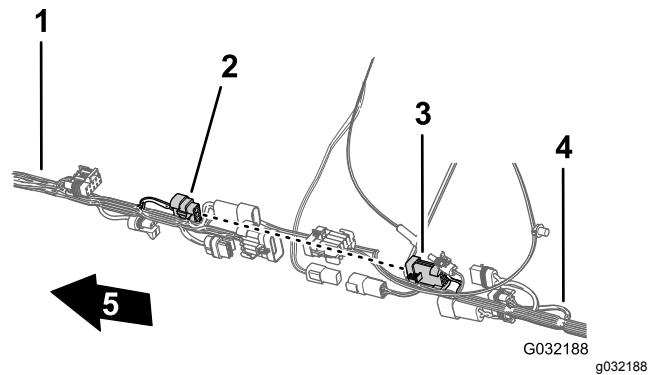

Figura 116
3. Conecte el conector de 8 pines de interconexión del arnés delantero al conector hembra de 8 vías del interruptor de caudal del arnés trasero (Figura 116).